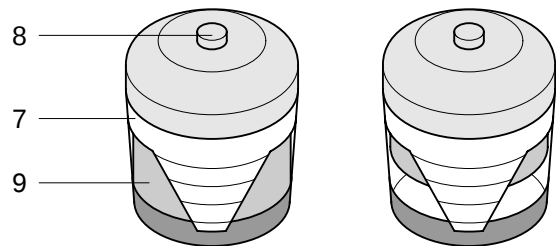

Fig. 5.3 Vacuümindicator
5. Stel de vacuümindicator (Fig. 5.3) opnieuw in.